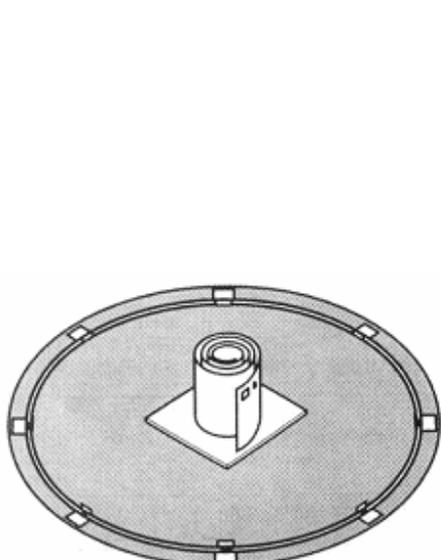

Fig. 11
- b) Retirez la paroi enroulée dans la boîte et déposez-la debout sur un morceau de carton au centre du cercle (Fig. 11). Les marques prévues pour l'installation du filtre doivent être vers le haut de la paroi (Fig. 11).